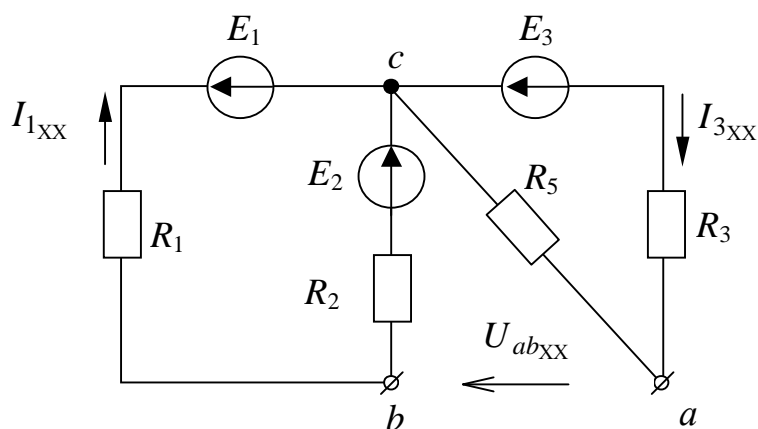

Рис. 2.10
В рассматриваемом случае схема, соответствующая холостому ходу эквивалентного генератора, выглядит так (рис.2.10.).
1. Определение ЭДС эквивалентного генератора (рис. 2.10). В двухконтурной схеме определяются токи в ветвях и далее на основе второго закона Кирхгофа в контуре  $acb$